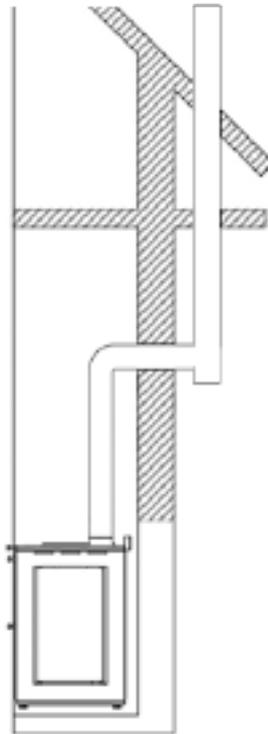

Fig. 11
Wenn Sie einen bereits vorhandenen Schornstein nutzen möchten, wird empfohlen, von einem professionellen Schornsteinfeger prüfen zu lassen, dass dieser vollkommen dicht ist. Anderenfalls könnte das Rauchgas, das unter leichtem Druck steht, in Risse im Schornstein und so in Wohnräume eindringen. Wenn Sie nach erfolgter Installation feststellen sollten, dass der Schornstein nicht vollkommen intakt ist, ist es empfehlenswert, diesen mit neuem Material auszukleiden. Wenn der vorhandene Schornstein sehr groß ist, empfehlen wir das Einsetzen eines Rohrs mit einem Durchmesser von maximal 150 mm; außerdem sollte das Rauchabzugsrohr gedämmt werden. In den Abb. 11 und 12 sind die Lösungen abgebildet, die angewandt werden müssen, wenn Sie einen bereits vorhandenen Schornstein verwenden möchten.
- Es dürfen nur isolierte Rohre (doppelwandig) aus Edelstahl genutzt werden, die fest mit dem Gebäude verbunden sind (Abb. 11).
- In der Abb. 11 wird die Lösung gezeigt, die für die Verwendung eines externen Rauchabzugs-rohrs angewandt werden muss.